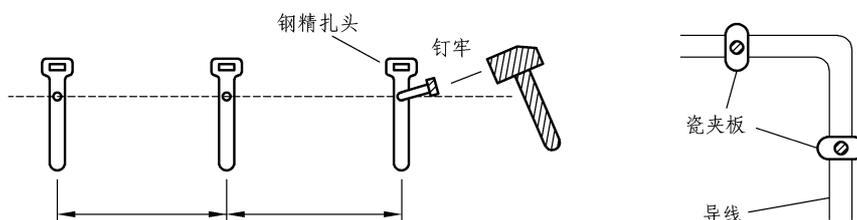

图 2.4.2 铝片线卡塑料护套线配线
2. 图 2.4.2 所示为铝片线卡塑料护套线配线，根据护套线布线原则，线卡与线卡之间的距离应为_____。弯角处线卡离弯角顶点的距离为_____。线卡离开关、灯座的距离为 50 mm。